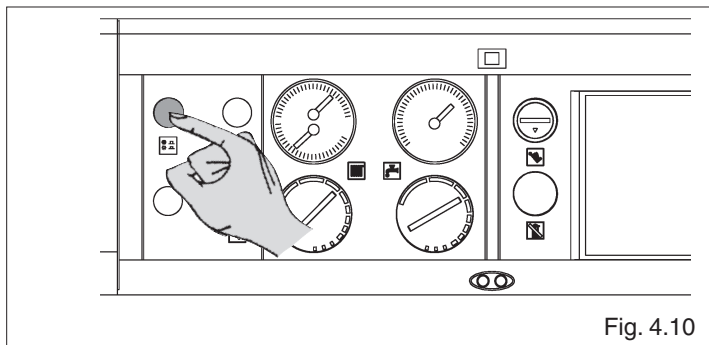

Fig. 4.10
- se intervenga en el interruptor principal del panel de mandos (fig. 4.10);